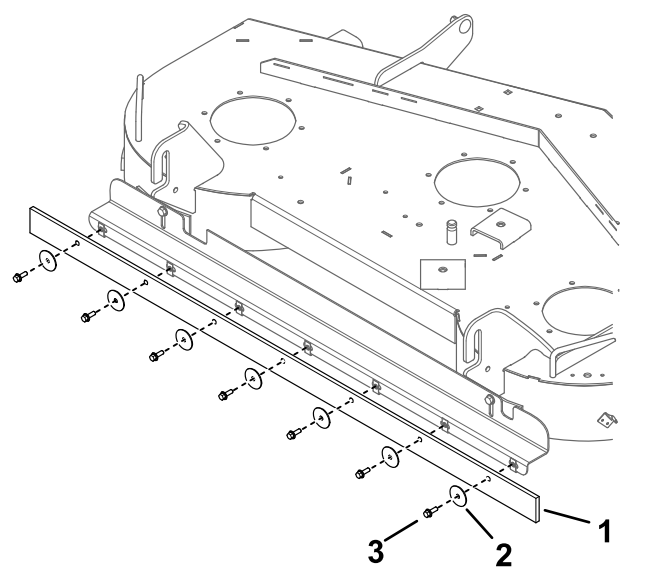

Figura 6
7. Montate il parasabbia sulla staffa utilizzando 7 bulloni e 7 rondelle (Figura 6).